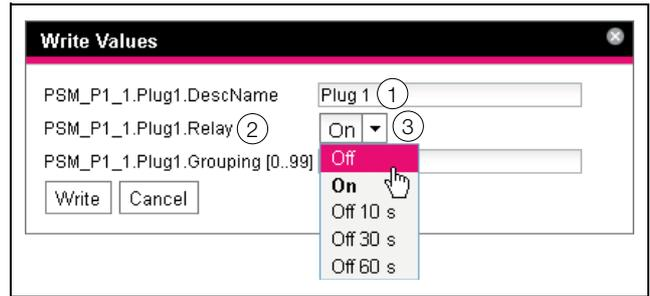

Fig. 19 : exécution des ordres de commutation
DescName	Description personnalisée qui a été attribuée à la sortie ou à la prise (fig. 19, pos. 1).
Command	Ordre qui doit être exécuté. Les ordres suivants sont traités : « Off », « On », « Off 10 s », « Off 30 s », « Off 60 s » (fig. 19, pos. 3).
Device	Deviceindex (numéro ID) qui est affiché devant le Real Device correspondant dans le domaine de navigation du site Internet de l'interface IoT (fig. 19, pos. 2).